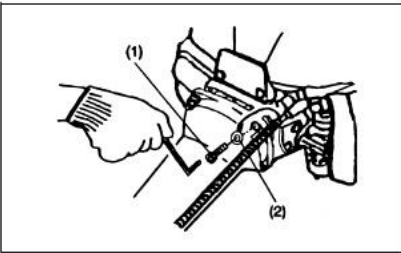

Рисунок 2
Після перевірки деталей закріпіть карданний вал до двигуна чотирма болтами М6х22(1). У цей час також прикріпіть клему заземлення (2) шнура зупинки до двигуна. (рис.2).